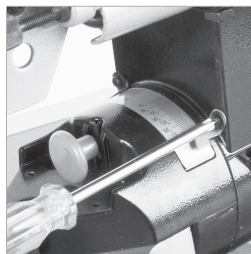

Fig. 15
- Afloje el tornillo del indicador de bisel con un destornillador Phillips del n.º 2. (**Fig. 15**)